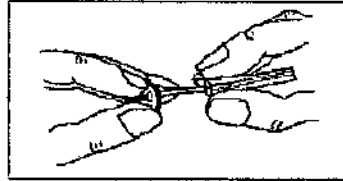

Figura 4
5. Coloque un tapón en el tubo guía (figura 4)